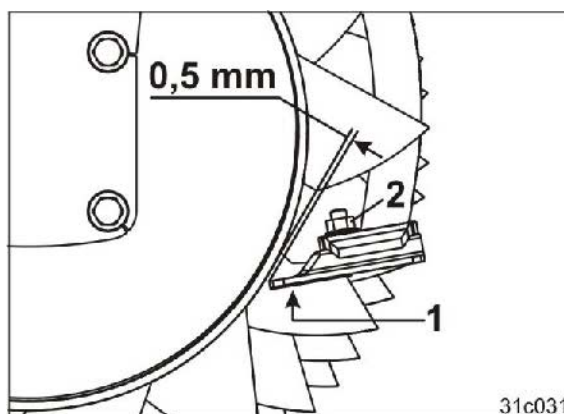

Fig. 124
4. Løsne skruen (Fig. 124/2).
5. Skru på avstrykeren (Fig. 124/1) med en avstand til trommelrøret på 0,5 mm.